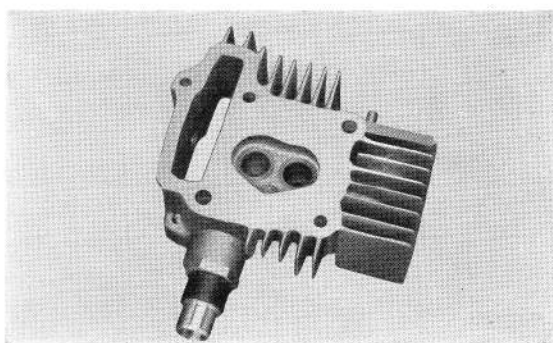

Figure 2-10 : culasse
1. Si les quatre écrous fixant la culasse ne sont pas serrés tous avec le même couple, la culasse est susceptible de gauchissement ou de déformations sous l'action des hautes températures et pressions auxquelles elle est soumise. L'étanchéité à la jonction de la culasse et du cylindre est donc défectueuse, ce qui entraîne des défauts de fonctionnement dus à la fuite des gaz, à l'admission d'air additionnelle et au manque de compression (figure 2-10).